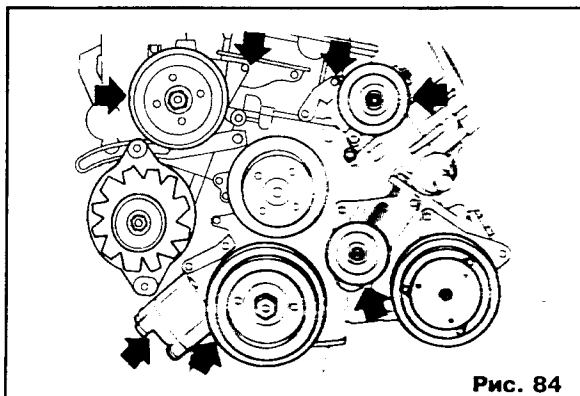

Рис. 84
15. Установите следующие детали (см. рис. 84):